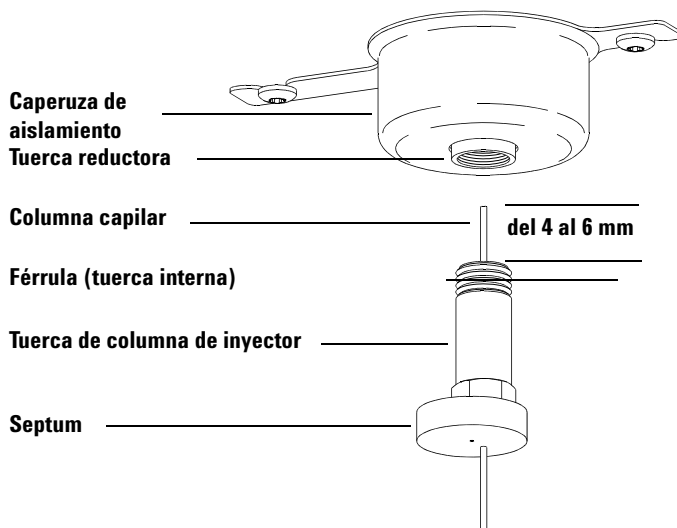

Figura 4 Instalación de una columna capilar en un inyector split/splitless
- 7 Coloque la columna de forma que sobresalga de 4 a 6 mm del extremo de la férula (Figura 4).